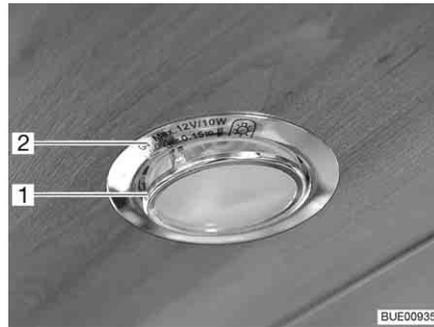

Fig. 218 Lampada alogena a incasso (piatta)
La lampada alogena a incasso (Fig. 218,2) è incassata nel diaframma.
- Estrarre l'anello di copertura interno con lastra di vetro (Fig. 218,1) con uno strumento adeguato (p. es. un cacciavite) dall'involucro.